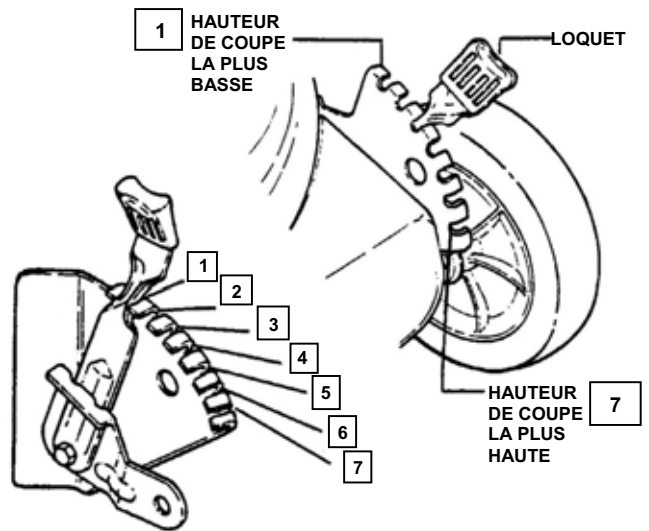

FIGURE 2.8
3. Dégagez le loquet en le poussant et positionnez-le sur la hauteur de coupe désirée. Voir figure 2.8.
2. Réglez les quatre roues à la même hauteur. La hauteur de coupe la plus haute correspond au cran n°7. La hauteur de coupe la plus basse correspond au cran n°1. Voir figures 2.8 et 2.9